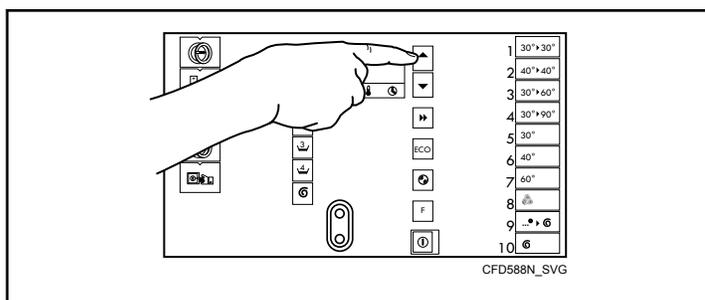

Figure 14
5. Sélectionner un cycle en appuyant sur les touches up (haut) et down (bas). Se reporter à la *Figure 14*. Le cycle sélectionné s'affiche à l'écran.